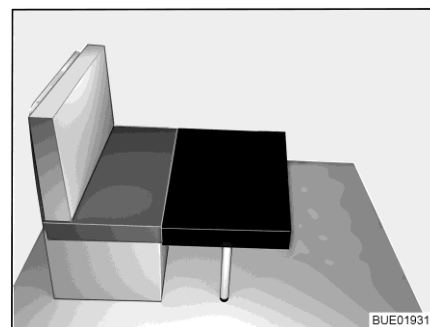

Fig. 67 Dopo la trasformazione
- Posizionare il cuscino aggiuntivo davanti al cuscino del divano dei sedili sul tavolo (vedere Fig. 67).